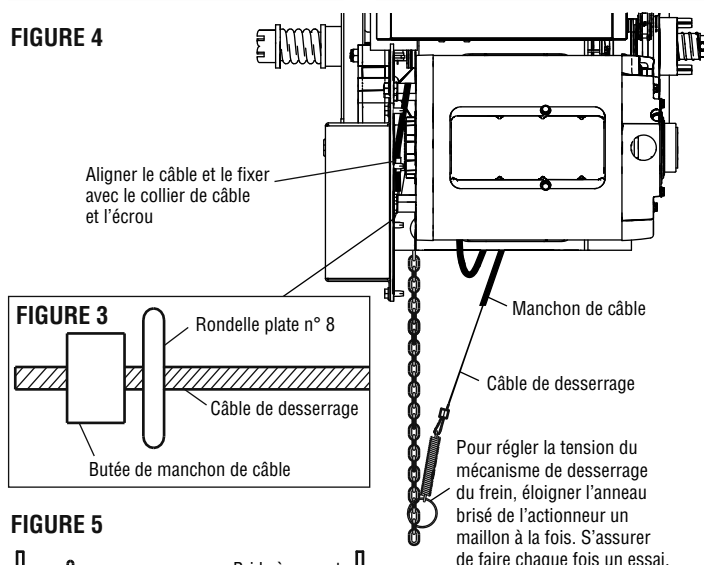

FIGURE 3
3. Prendre l'ensemble de câble de desserrage et passer le câble et son manchon par le collier de câble installé à l'étape 1. Une fois arrivé au levier de déverrouillage du frein, acheminer uniquement le câble de déverrouillage par l'œillet. Le fixer en posant une rondelle plate n° 8 et une butée de manchon de câble de 1,6 mm (1/16 de po). Fixer la butée de manchon du câble en la sertissant avec des pinces (Figure 3).
Repérer la deuxième agrafe en P, identique à celle utilisée à l'étape 1. Monter l'agrafe comme illustré à la figure 3 avec le boulon et l'écrou fournis.